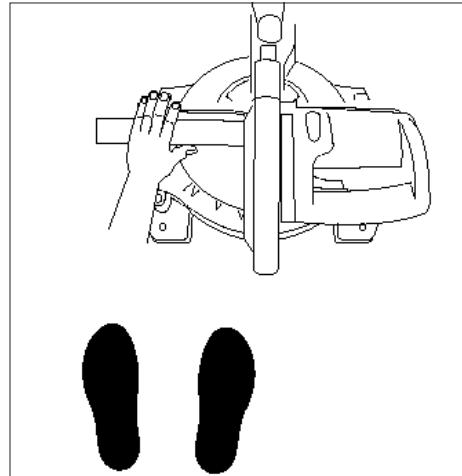

Рис. 5
- Ставайте перед пилкою лицем до напрямку розпилу (Рис. 5).